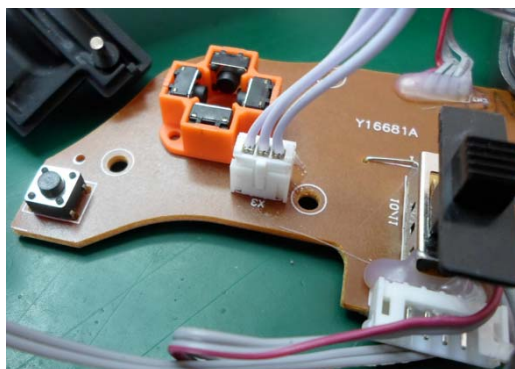

Рис. 3.2.
3. Подключите к установленной вилке розетку жгута резистора, подготовленного по варианту 1 (см. раздел 3.2.2 на с. 18). Результат должен соответствовать изображению на рис. 3.2.